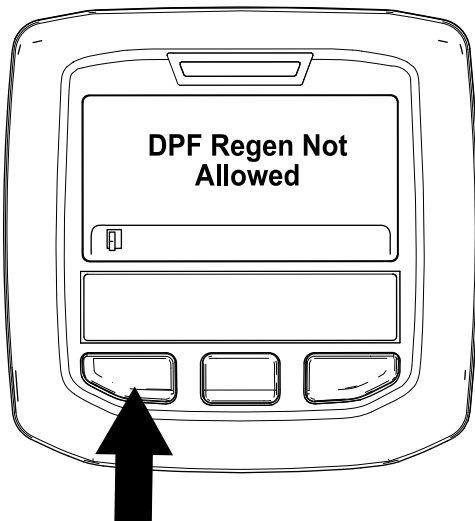

Figure 56
- Si le processus de régénération n'est pas autorisé par le calculateur moteur, le message « DPF Regen Not Allowed » (régénération du FAP non autorisée) s'affiche sur l'InfoCenter (Figure 56). Appuyez sur le bouton gauche pour quitter l'écran d'accueil.